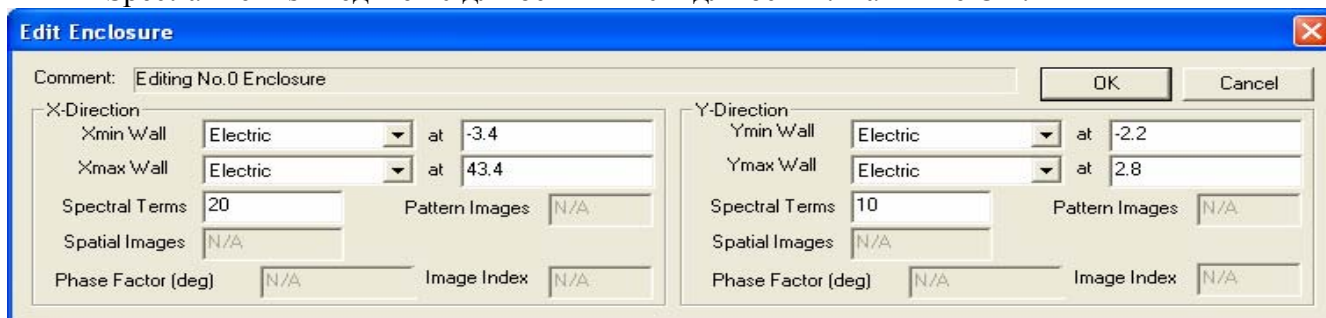

Рис. 25
1. Выберите в меню Param>Basic Parameters. В открывшемся окне дважды щёлкните по No. Side Walls. В открывшемся окне в поля Xmin Wall, Xmax Wall, Ymin Wall и Ymax Wall введите Electric, Xmin=-3.4, Xmax=43.4, Ymin=-2.2, Ymax=2.8 (рис. 25). В поля Spectral Terms введите 20 для оси X и 10 – для оси Y. Нажмите OK.